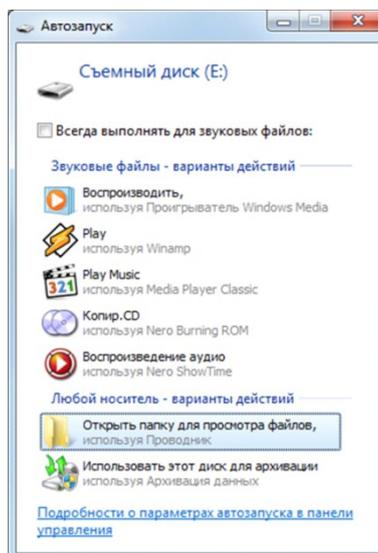

Рис. 9.2. Окно Автозапуск
3. Нажмите и удерживайте тампер контроллера, после чего нажмите и отпустите кнопку рестарта Reset (см. Приложение 3). В результате контроллер перезапустится в режиме накопителя данных (Mass Storage) и будет представлен в компьютере как съемный диск. В области уведомлений ОС Windows (в правом нижнем углу экрана) появится значок съемного устройства, и откроется окно *Автозапуск* (рис. 9.2). После этого тампер можно отпустить.